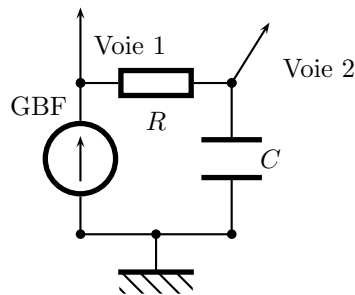

FIG. 2 – Circuit RC
11. Réaliser le montage de la figure 2.
Réaliser à nouveau le montage RC de la figure 2, avec une résistance  $R = 1 \text{ k}\Omega$  et un condensateur de capacité  $C = 100 \text{ nF}$ . Alimenter ce montage au moyen d'un signal créneau de 1 kHz. Visualiser les deux signaux. Il est recommandé de ne plus afficher ces signaux par la suite, puisque seul leur spectre de Fourier nous intéresse. Faire effectuer le calcul de la transformée de Fourier de la voie 1, puis sauvegarder ce résultat (*Trace*). Réaliser la même opération sur la transformée de Fourier de la voie 2. Superposer et comparer enfin ces deux spectres de Fourier à l'écran (en supprimant tout autre affichage). Commenter quant au rôle du circuit. Permuter  $R$  et  $C$ ; observer de même. Conclure.